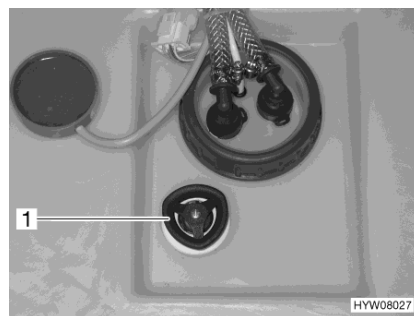

Fig. 155 Serbatoio dell'acqua con maniglia girevole
- Sul serbatoio dell'acqua, ruotare la maniglia girevole (Fig. 155,1) in senso orario fino all'arresto.
- Sul serbatoio dell'acqua, ruotare la maniglia girevole (Fig. 155,1) in senso antiorario fino all'arresto. L'acqua fuoriesce fino a ca. 20 litri.